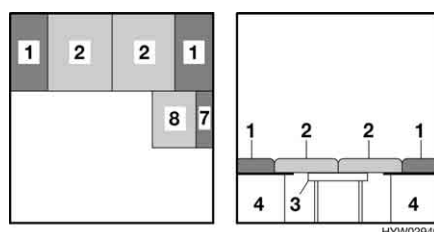

Fig. 56 Dopo la trasformazione
- Collocare i cuscini dello schienale (Fig. 56,1) sulla parete esterna. Rispettare la forma cuneiforme.
- Premere entrambi i cuscini del divano (Fig. 56,2) fra i cuscini dello schienale.